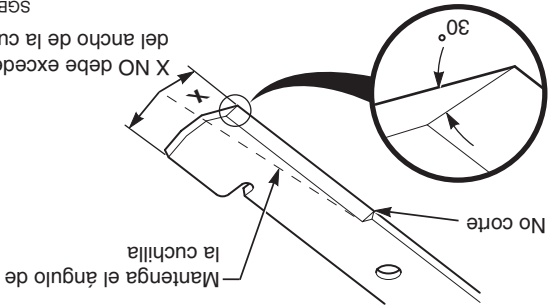

Figura 7-7 Afilado de la cuchilla
1. Afile el borde de corte en el mismo bisel que el original. Vea la Figura 7-7. Sólo afile la parte superior del borde de corte para mantener el filo.